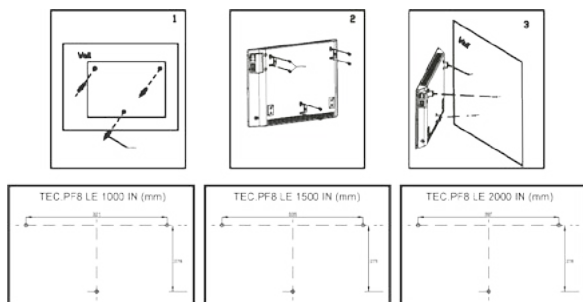

Рис. 3
4. ОПИСАНИЕ КОНВЕКТОРА (РИС. 3)
4. Согласно рис. 3 просверлите отверстия необходимого диаметра,
5. Подвесьте конвектор на кронштейны и проверьте надёжность крепления (см. рис. 3).